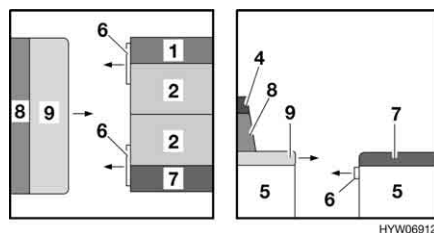

Bild 111 Während des Umbaus
- An den beiden Bettkästen der Mittelsitzgruppe jeweils die Bettkasten-Verlängerung (Bild 111,6) bis zum Anschlag herausziehen.
- Längssitzbank (Bild 111,9) leicht anheben und bis zum Anschlag herausziehen.
- Das Zusatzpolster (Bild 111,4) vom Rückenpolster (Bild 111,8) abziehen. Das Zusatzpolster ist am Rückenpolster mit Klettband befestigt und kann leicht abgetrennt werden.